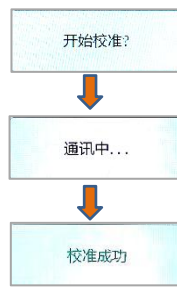

图 32：新标气数值
5、按“OK”键提示“开始校准？”（校准前显示值与标气值可能是存在差异的），再按“OK”键进行校准（按“back”键取消返回），待提示“校准成功”后（见下图 32）按“back”键